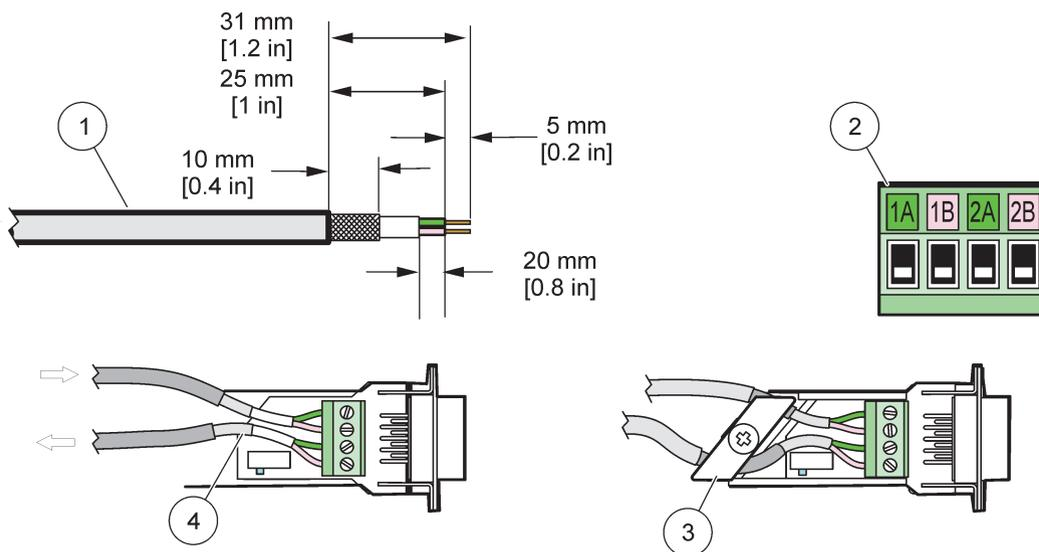

Figura 29 Remova o isolamento do cabo de comunicação
1. Corte a vedação do cabo de comunicação (Figura 29).